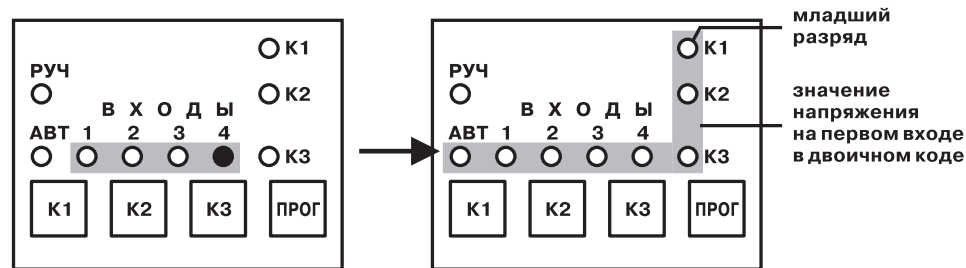

Рис. 13
6.1.2.3. Подать на прибор питание 220 В 50 Гц. На передней панели прибора на 1 с засветится светодиод "4", подтверждающий, что прибор работает в режиме измерения напряжения на входах. Затем на индикаторах появится значение напряжения на первом входе. Значение от 0 до 255 выдается в двоичном коде на индикаторы: "К1", "К2", "К3", "ВХОДЫ 4, 3, 2, 1", "АВТ", младший разряд на – "К1" (рис. 13).